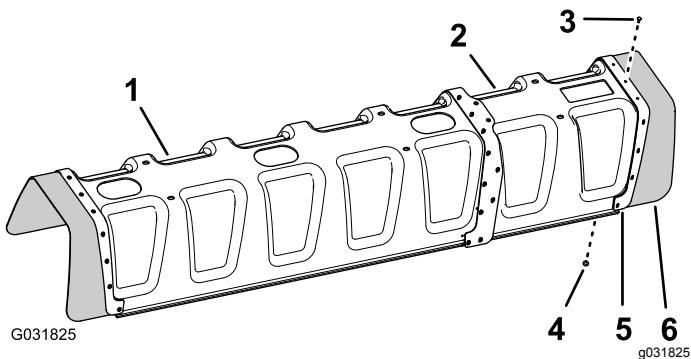

Figura 149
- 5. Allineate i fori nel cappuccio in gomma e nella piastra di rinforzo (fila singola) che avete rimosso al passaggio **2** con i fori all'estremità della sovraestensione (Figura 149).